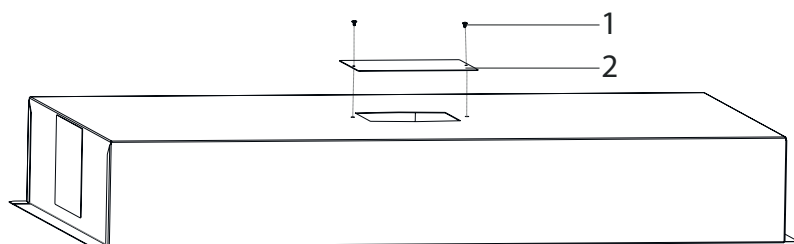

Fig. 14
2. ➔ Montér nu dækpladen i toppen med 2 x 3,5x9 skruer på emhætten for at blænde hullet af (Fig. 14).